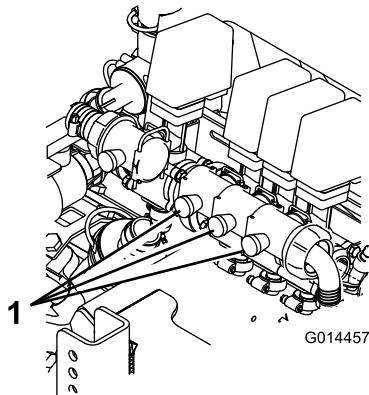

図 4
11. OFF にしたブームのブームに対応するブーム・バイパス・バルブ (図 4) (バランスング・バルブ・アセンブリについているバルブ) を使って、上記手順8で設定した水圧と同じ水圧に調整する。